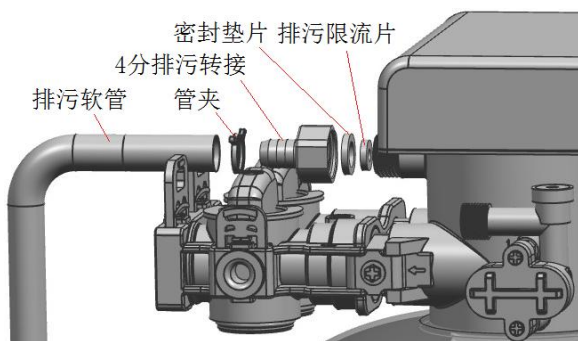
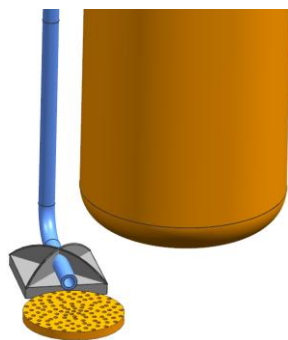

图 1-4A
图 1-4B
⑤ 安装排水管路（如图 1-4A 和图 1-4B 所示）
- g、将排水软管的下端如图 1-4B 所示固定好。
- 绝对不能把排水软管与下水道相连，须在二者之间留有一定的空隙，以防污水被虹吸到水处理器中，如图 1-4B 所示。如需将排出的污水要作它用，可用相